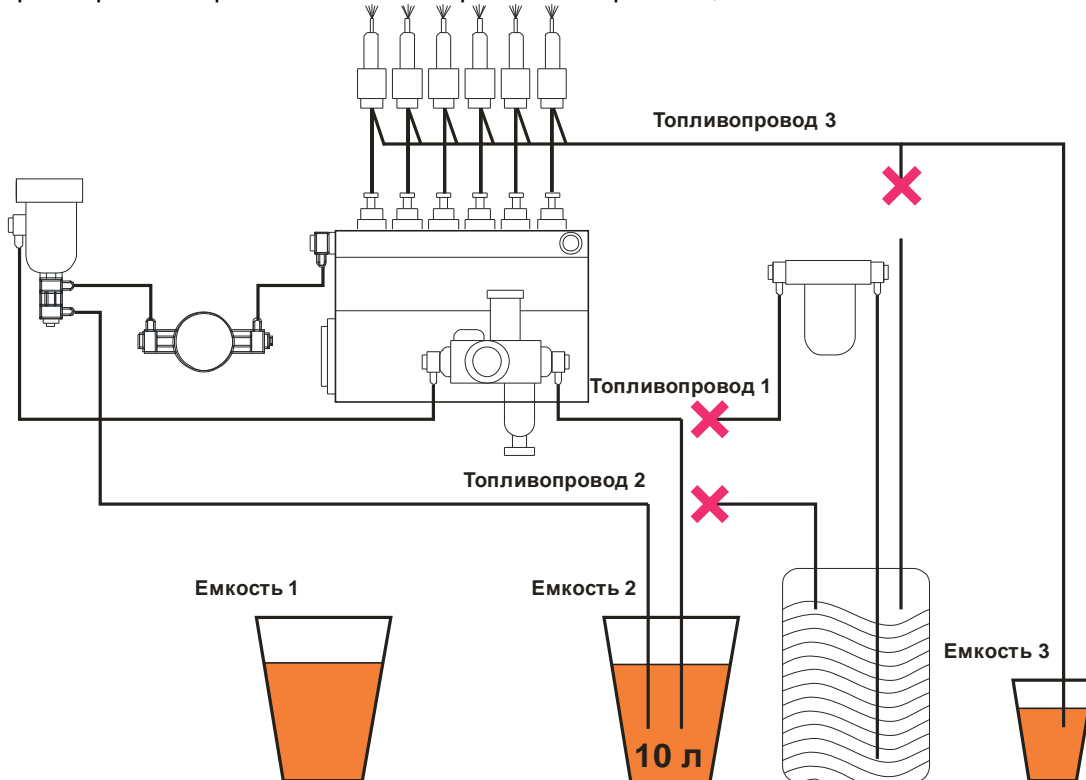

Рисунок 19. Топливная схема контрольного пролива
- 1) Залить топливо в объеме, достаточном для развоздушивания топливной системы и прогрева двигателя в емкость 1 (см.Рисунок 19);